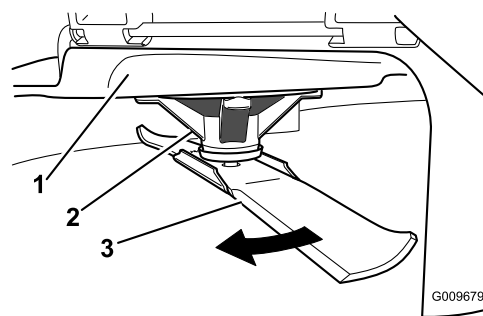

Figura 52
2. Indossando guanti ben imbottiti o altra protezione per le mani adeguata ruotate lentamente la lama da misurare in una posizione che consenta la misurazione effettiva della distanza tra il tagliente e la superficie piana su cui si trova la macchina (Figura 52).